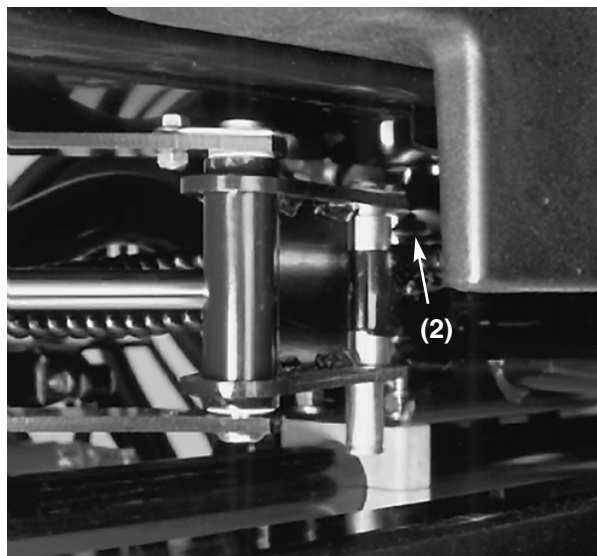
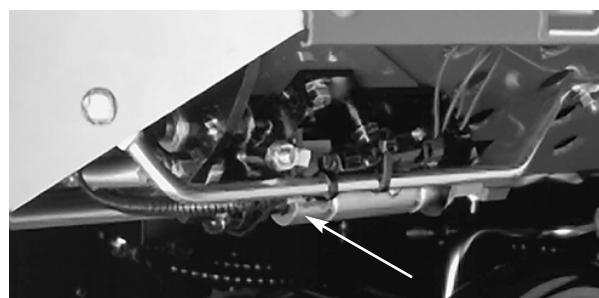

Figure 20
Figure 26
Graissez les roulements et bagues de pivots du groupe de déplacement suivants : pivot d'unité de coupe arrière (Fig. 18), pivot d'unité de coupe avant (Fig. 19), extrémités des vérins du SideWinder (2) (Modèle 03201 seulement) (Fig. 20), pivot de direction (Fig. 21), pivot de bras de relevage arrière et vérin de relevage (2) (Fig. 22), pivot de bras de relevage avant gauche et vérin de relevage (2) (Fig. 23), pivot de bras de relevage avant droit et vérin de relevage (2) (Fig. 24), mécanisme de réglage de point mort (Fig. 25), commande coulissante de tonte/transport (Fig. 26), pivot de tension de courroie (Fig. 27), vérin de direction (Fig. 28). **Note** : le cas échéant, vous pouvez monter un graisseur supplémentaire à l'autre extrémité du vérin de direction. Vous devez déposer la roue, poser le graisseur, le lubrifier, déposer le graisseur et mettre l'obturateur en place (Fig. 29). **IMPORTANT** : ne lubrifiez pas le tube transversal du Sidewinder ; les paliers sont auto-lubrifiés.